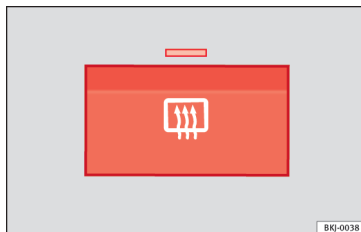

Bild 148 Tillsammans med luftkonditioneringsreglagen: reglage bakruteuppvärmning.
- Tryck på avimningsknappen » » » **bild 148**